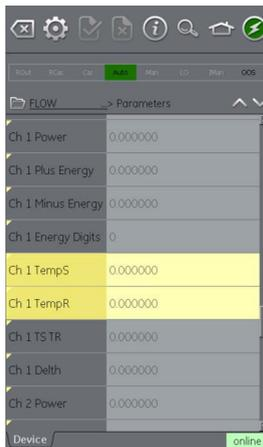

Abbildung 10-20: Funktionssuche
5. Die Funktionssuche zeigt dann die entsprechende Funktionsgruppe in der Geräteansicht mit allen Variablen, nach denen gesucht wurde, in Gelb an. Siehe Abbildung 10-20.